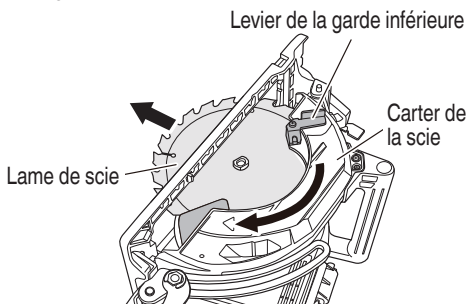

Fig. 16
- (2) Appuyer sur le levier de verrouillage, verrouiller l'arbre, et retirer le boulon à bride hexagonale et la rondelle (B) à l'aide de la clé.
- (3) Tout en tenant le levier de la garde inférieure pour maintenir la garde inférieure complètement rentrée dans le carter de la scie, retirer la lame de scie (Fig. 16).